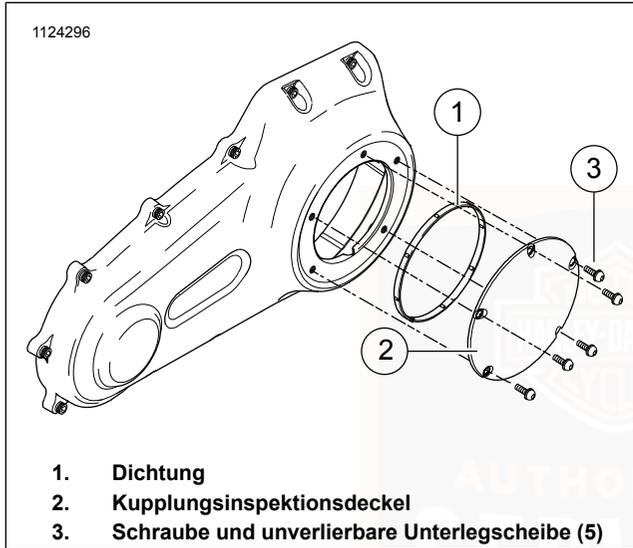
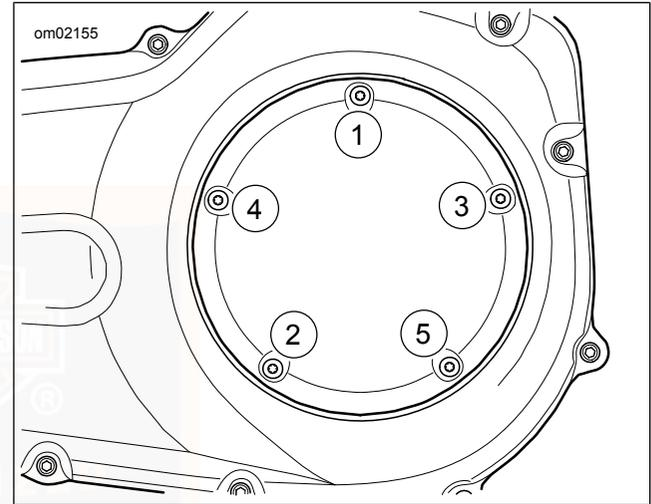

Abbildung 73. Kupplungsdeckel (Typisch)
Abbildung 74. Anzugsreihenfolge für Kupplungsdeckel
6. Siehe Abbildung 73 . Schrauben (3) und Kupplungsinspektionsdeckel (2) entfernen.
7. Dichtung (1) entfernen. Das Öl von der Nut im Kettengehäusedeckel und der Befestigungsfläche abwischen.
- Siehe Abbildung 73 . Die **neue** Dichtung (1) in die Nut des Kupplungsinspektionsdeckels (2) einsetzen. Jede Noppe auf der Dichtung in die Nut drücken.
- Den Kupplungsinspektionsdeckel (2) mit Schrauben und unverlierbaren Unterlegscheiben (3) sicher befestigen.
- Siehe Abbildung 74 . Auf folgendes Drehmoment anziehen: 9,5–12,2 N·m (84–108 **in-lbs**).